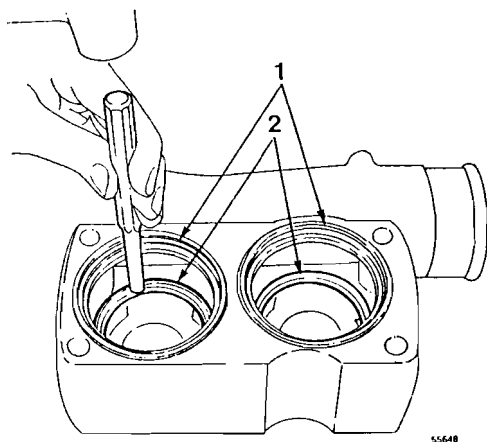

Fig. 236
- 3 Desmontar de la caja del termostato la manguera de refrigerante: Quitar la tapa de la caja del termostato, véase la fig. 236.
- 5 Extraer los anillos retén inferiores con la ayuda de un mandril, véase fig. 236.